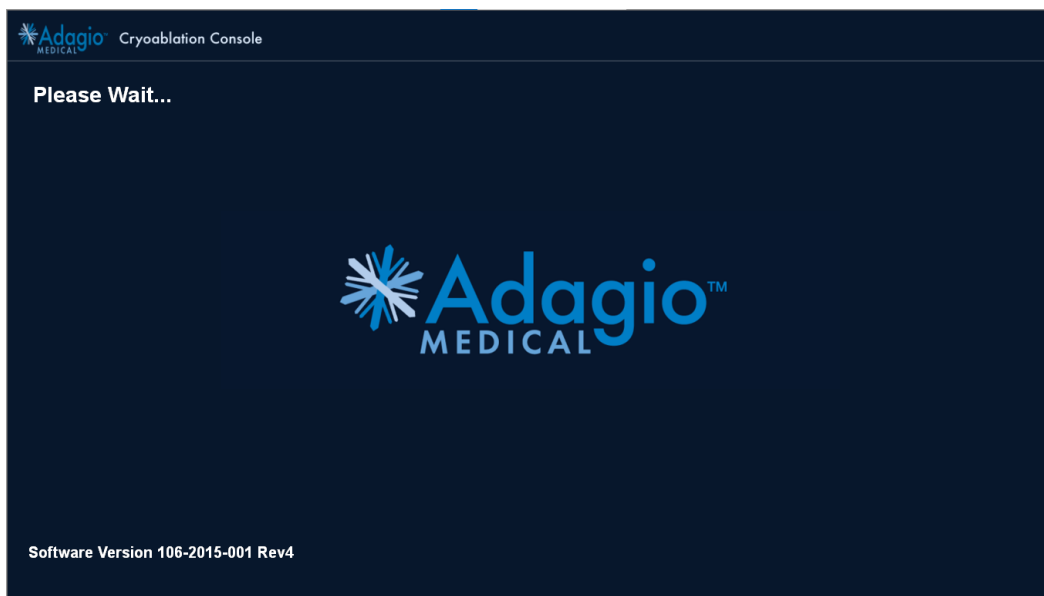

Figure 64 – Écran d'accueil
4. Le système vérifie automatiquement la communication parmi ses composants. Pendant cette vérification, l'écran d'accueil suivant (Figure 64) s'affiche. Aucune intervention de l'utilisateur n'est nécessaire à ce stade. Si le logo d'Adagio Medical ne s'affiche pas, cliquer sur l'écran des tâches (Figure 65) et sélectionner l'application IUG Adagio Medical.